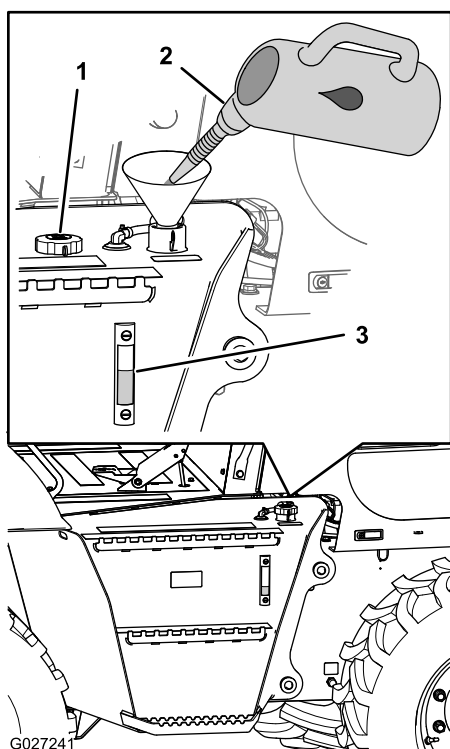

Figura 26
- Verifique o nível de fluido hidráulico no visor de nível na lateral do reservatório hidráulico (Figura 26).
4. Caso o nível de fluido hidráulico não esteja visível no visor de nível, remova a tampa do tubo de enchimento (Figura 26), adicione o fluido hidráulico especificado até o nível atingir o ponto intermediário do visor de nível e, então, instale a tampa do tubo de enchimento.